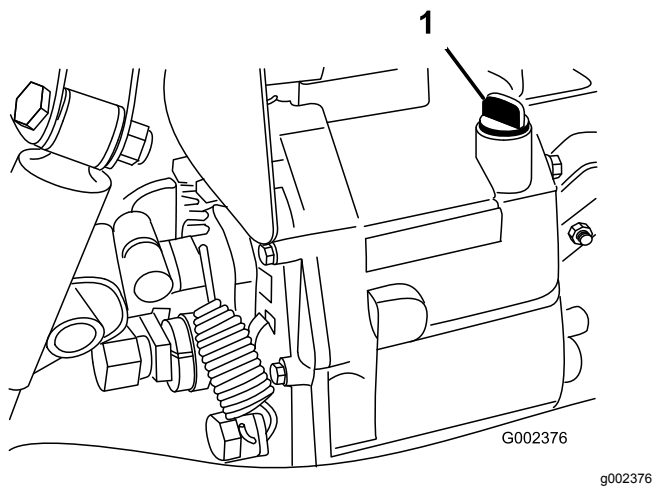

Figura 64
4. Limpie la zona alrededor de la varilla (Figura 64).